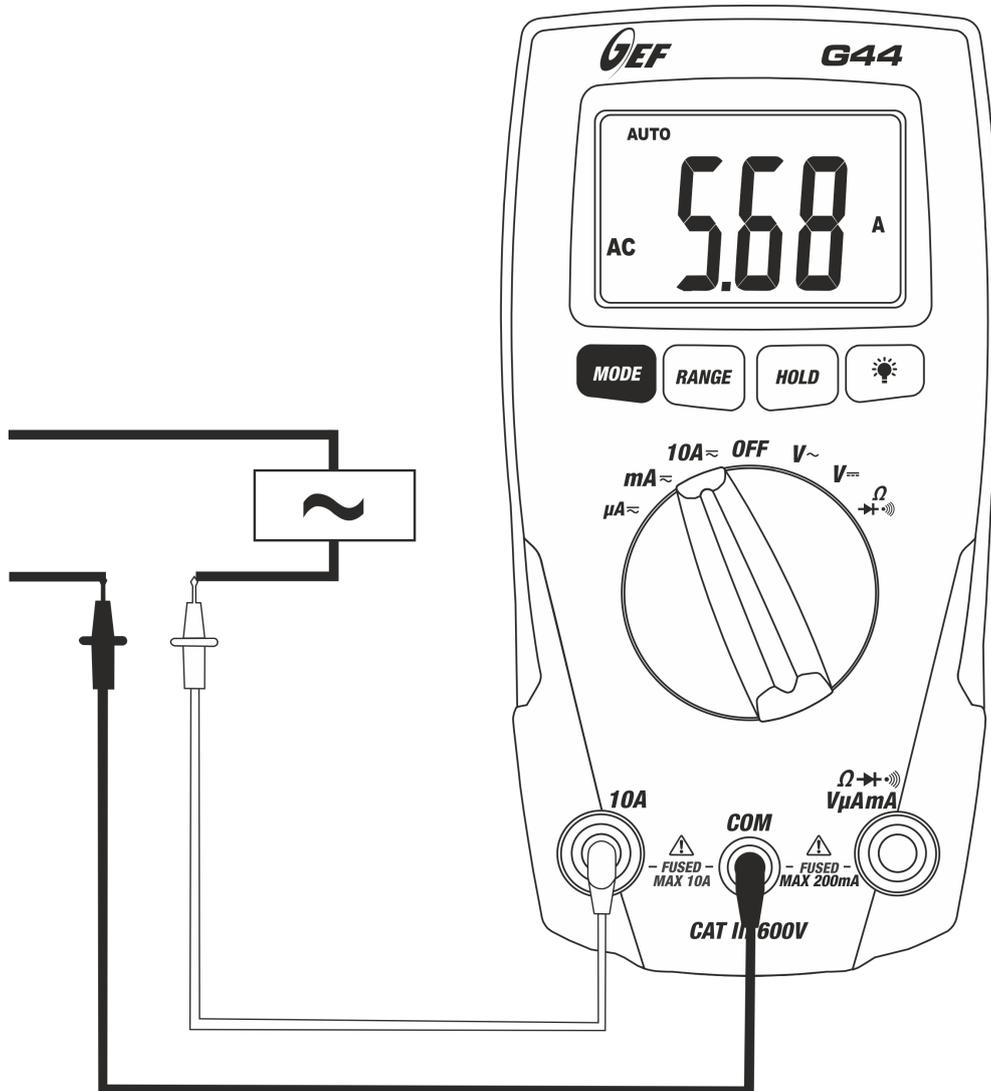

Fig. 7: Uso del instrumento para medida de Corriente CA
4. Conecte la punta roja y la punta negra en serie al circuito del que se quiere medir la corriente respetando la polaridad y el sentido de la corriente (vea Fig. 7).